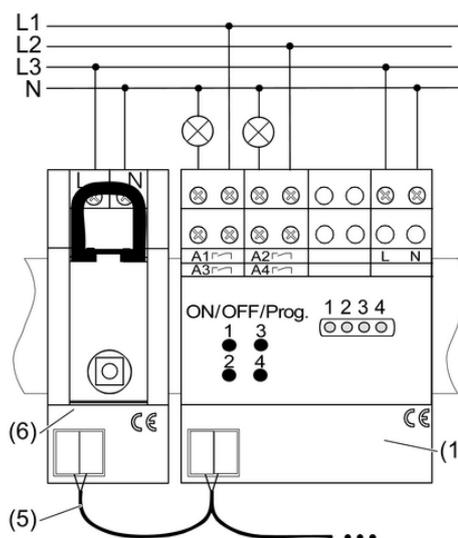

Figura 2
- Montare l'attuatore/interruttore (1) su guida.
- Collegare l'attuatore/interruttore come da schema di collegamento (figura 2). Le uscite da U1 a U4 possono essere collegate a diverse fasi.
- Collegare l'attuatore/interruttore al ricevitore radio REG (6) o ad altri attuatori/interruttori tramite un cavo bus (5).